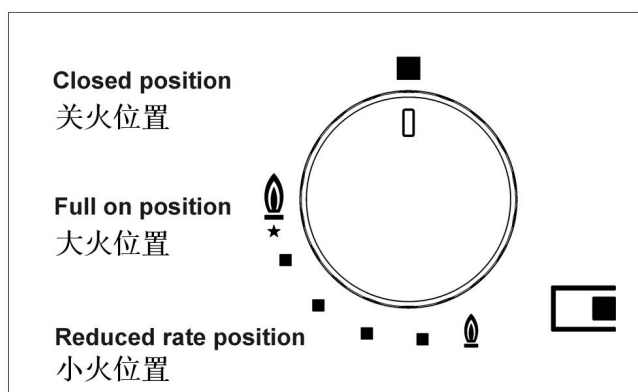

图. 1
按下相应旋钮并逆时针旋转旋钮至最大火力位置 (最大火力，请参照图. 1)，后请用点燃的火柴点火。
按下相应旋钮并逆时针旋转旋钮至最大火力位置(最大火力，请参照图. 1)，后下压旋钮。
配备有熄火安全装置的炉头需逆时针旋转至最大火力位(最大火力，请参照图. 1)后停止。然后，按压旋钮，重复上述步骤。
- 当锅具内液体沸腾，请旋转旋钮至小火力(小火力，请参照图. 1)。
- 配有熄火安全装置的炉头仅在相应旋钮旋转至最大火力位时方能点燃(最大火力，请参照图. 1)。